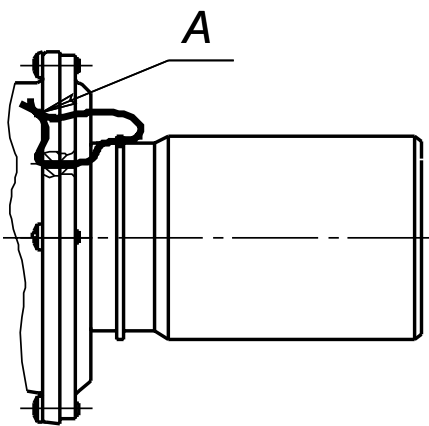

Рис. 25-4
**Пломбирование (рис. 25-4).**
Для пломбировки лучше использовать проволоку диаметром 0,8 - 1,5 мм, которую необходимо протягивать через отверстия, расположенные в кожухе и во фланцах мембранной камеры (рис. 25-4, место А).